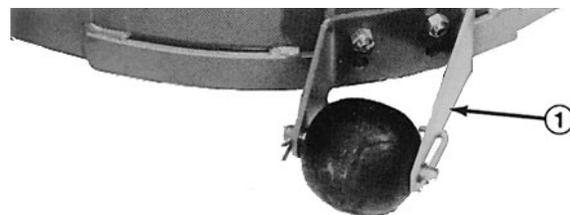

Fig. 2
1. Togliere i dadi che fissano i rulli posteriori all'esterno dell'apparato di taglio (Fig. 2).